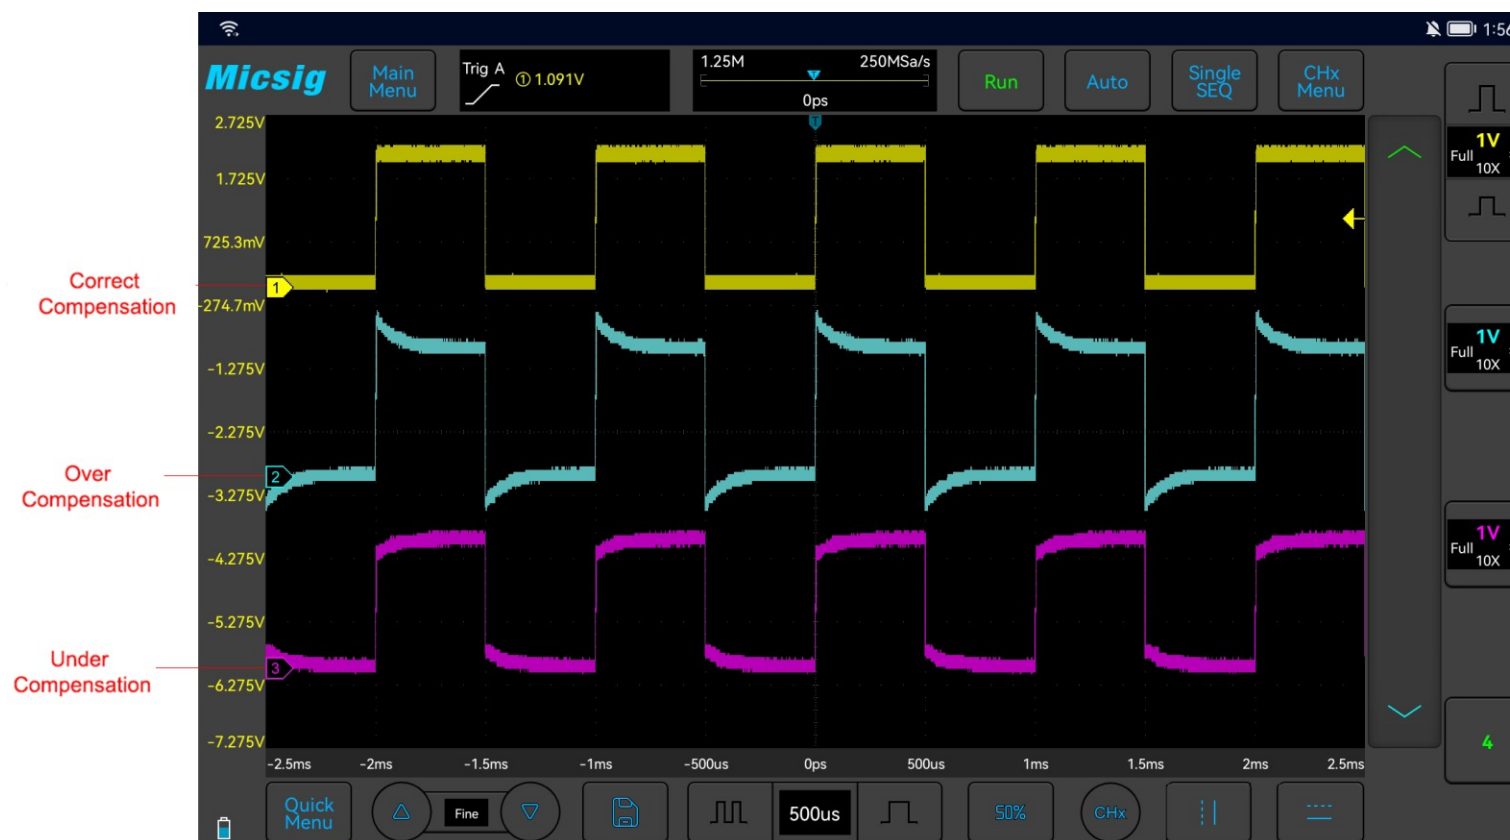

Abbildung 2-11 Sondenkompensation
- 5) Tippen Sie auf die Schaltfläche „Auto“ (Vertikale Empfindlichkeit/Horizontale Zeitbasis) oder passen Sie die vertikale Empfindlichkeit und die horizontale Zeitbasis der Wellenform manuell an. Beobachten Sie die Form der Wellenform, siehe Abbildung 2-11.